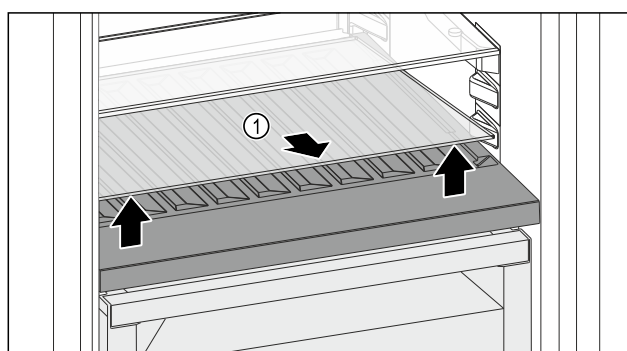

Fig. 107
- ▶ 抬起前部槽上的玻璃隔板 Fig. 107 (1) 并取出。
- ▶ 将玻璃隔板 Fig. 107 (1) 稳妥地放在冰箱外。